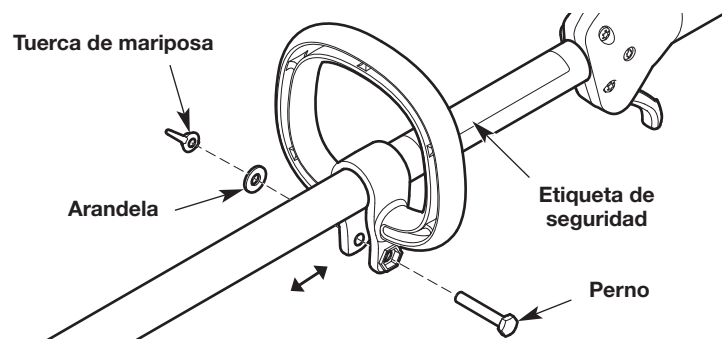

Fig. 7
2. Inserte el perno en el orificio del perno hexagonal y presione para que pase a través de él (Fig. 7). Coloque la arandela en el perno (Fig. 7). Enrosque la tuerca de mariposa en el perno, pero no la ajuste completamente (Fig. 7).
3. Mantenga la unidad en la posición de funcionamiento (Fig. 12). Mueva la manija hacia arriba o abajo del alojamiento del eje superior hasta que esté en una posición cómoda (Fig. 7). Compruebe que la manija esté ubicada más allá del extremo de la etiqueta de seguridad (Fig. 7).
1. Afloje la tuerca de mariposa (Fig. 7).
2. Mantenga la unidad en la posición de funcionamiento (Fig. 12). Mueva la manija hacia arriba o abajo del alojamiento del eje superior hasta que esté en una posición cómoda (Fig. 7). Compruebe que la manija esté ubicada más allá del extremo de la etiqueta de seguridad (Fig. 7).